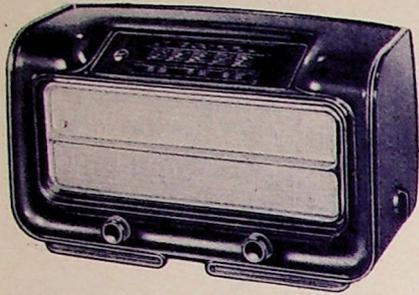

Bild 5. Blaupunkt-Super F 199, F 229 und F 246
**Bild 5.** Schallplatten nach dem Rheinschen Füllschrift-Verfahren besitzen einen ungleichmäßigen, elektrisch gesteuerten Rillenabstand, den das elektrische Rechenggerät der wechselnden Lautstärke feinnervig anpaßt. Es ergibt sich ein Raumgewinn bis zu 70 %. Links: Sieben Rillen ohne Musik